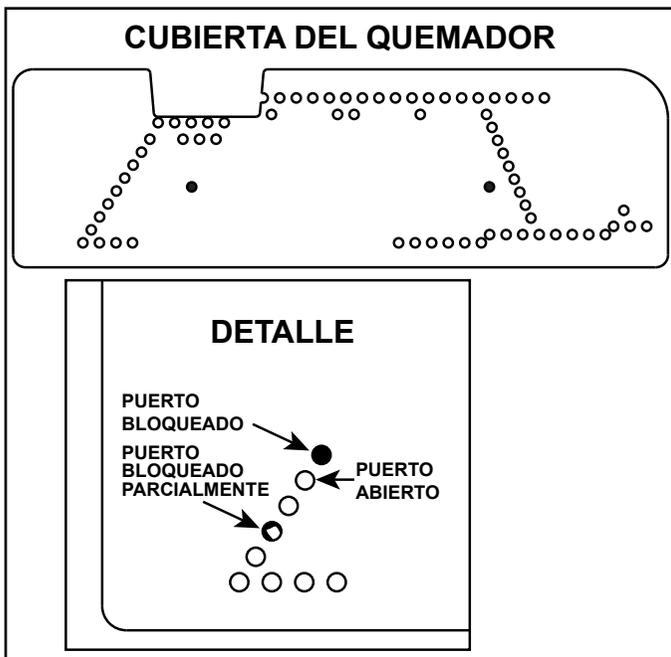

Figura 11.24 Verificación de los puertos del quemador
2. Retire la cubierta del quemador del empaque. Asegúrese de que todos los puertos estén libres de obstrucciones. Consulte la Figura 11.24.